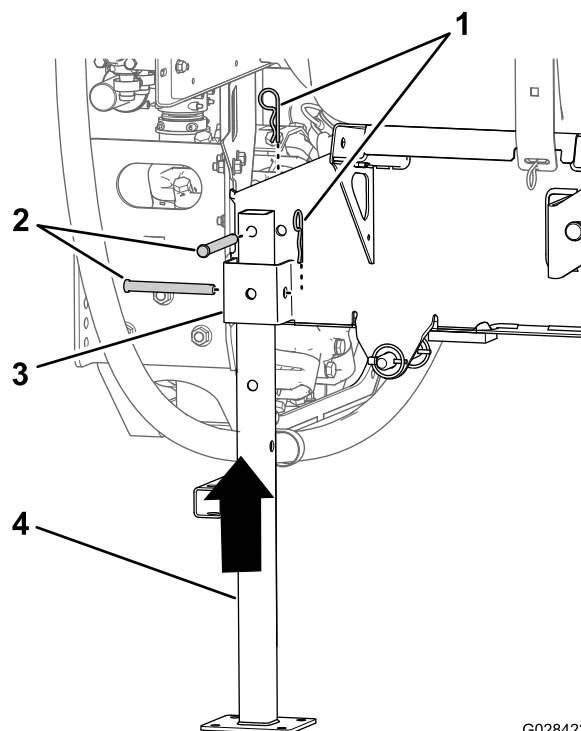

Figura 106
5. Allineate il cavalletto posteriore con la sede per il cavalletto posteriore (Figura 106).
6. Allineate il foro nella parte superiore del cavalletto con il foro sul telaio di supporto del serbatoio (Figura 106)
7. Fissate il cavalletto alla sede apposta e al telaio utilizzando 2 perni con testa ($\frac{1}{2}$ " x 4 $\frac{1}{2}$ ") e 2 coppiglie ($\frac{5}{32}$ x 2-5/8") come mostrato in Figura 106.